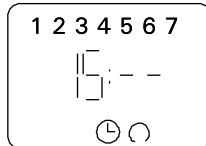

Рисунок 5
- Однократное нажатие кнопки [h+] добавляет один час, постоянное нажатие ускоряет смену цифр. Постоянное нажатие кнопки [h+] способствует изменению зависимости от выбранной формы 00 ... 23 ... 00 или AM 00 ... AM 12 ... AM 00/ PM 00 ... PM 12 ... PM 00. (Рис. 5)